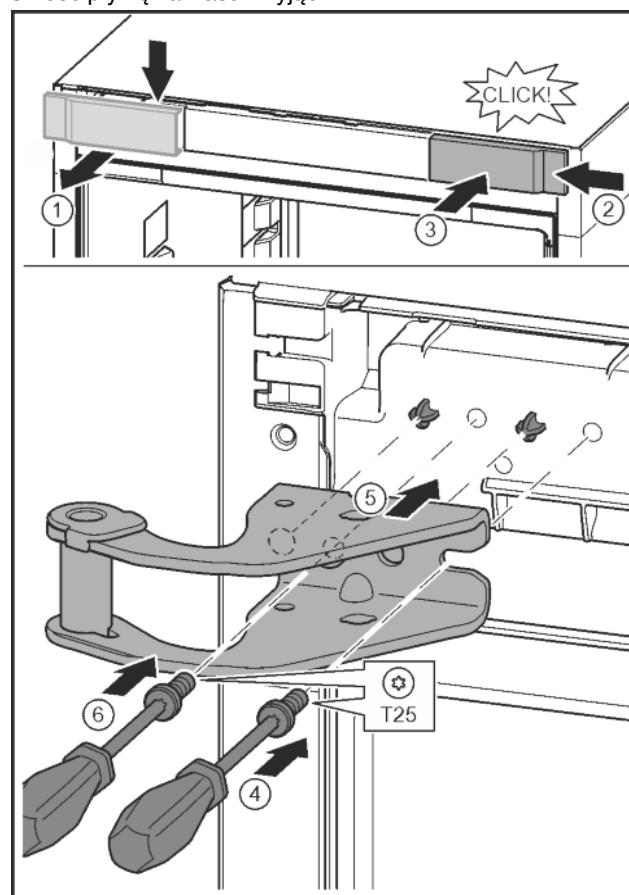

Fig. 14
- ▶ Poluzować osłonę i zdjąć w bok. Fig. 14 (1)
- ▶ Osłonę obrócić o 180° i założyć z drugiej strony od prawej. Fig. 14 (2)
- ▶ Zazębić osłonę. Fig. 14 (3)
- ▶ Śrubę założyć przy pomocy śrubokręta T25. Fig. 14 (4)
- ▶ Założyć górną płytkę zawiasu. Fig. 14 (5)
- ▶ Dokręcić śrubę. Fig. 14 (4)
- ▶ Śrubę założyć przy pomocy śrubokręta T25 i mocno dokręcić. Fig. 14 (6)